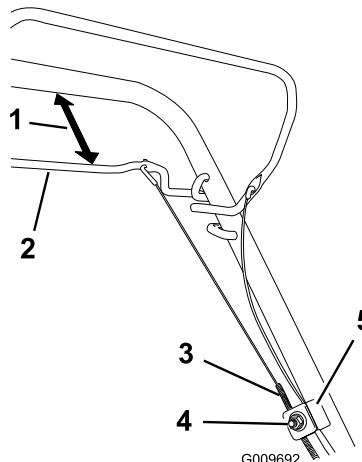

Figura 27
1. Afloje la tuerca del soporte del cable (Figura 27).
2. Sujete la barra de la transmisión autopropulsada a una distancia de 25 – 38 mm del manillar (Figura 27).
3. Tire hacia abajo de la cubierta del cable (hacia la máquina) hasta eliminar la holgura en el cable (Figura 27).